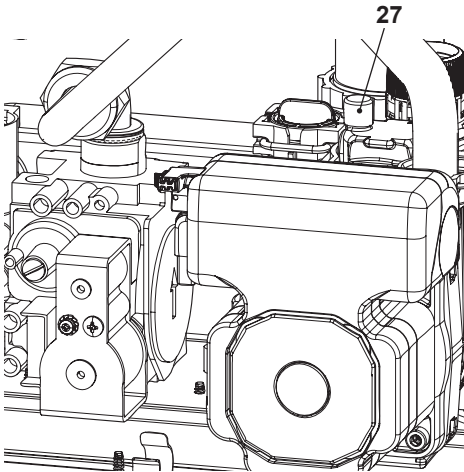

Figura 9.10
- Per facilitare lo svuotamento, svitare il tappo 27 della valvola di sfiato automatica in Figura 9.10.